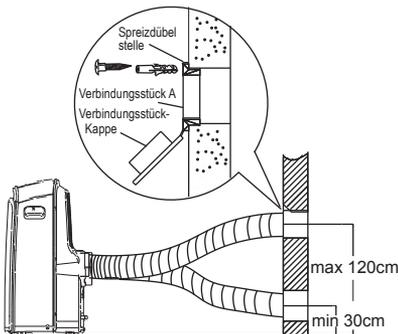

Abb. 18
1. Bohren Sie ein Loch in die Wand. Montieren Sie das Wand-Abluftverbindungsstück A an der Wand (außen) mit Hilfe von 4 Spreizdübeln und Holzschrauben, stellen Sie sicher, dass sie fest genug sitzen. (Siehe Abb. 18)